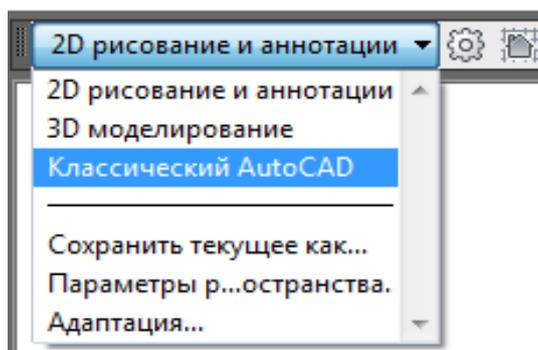
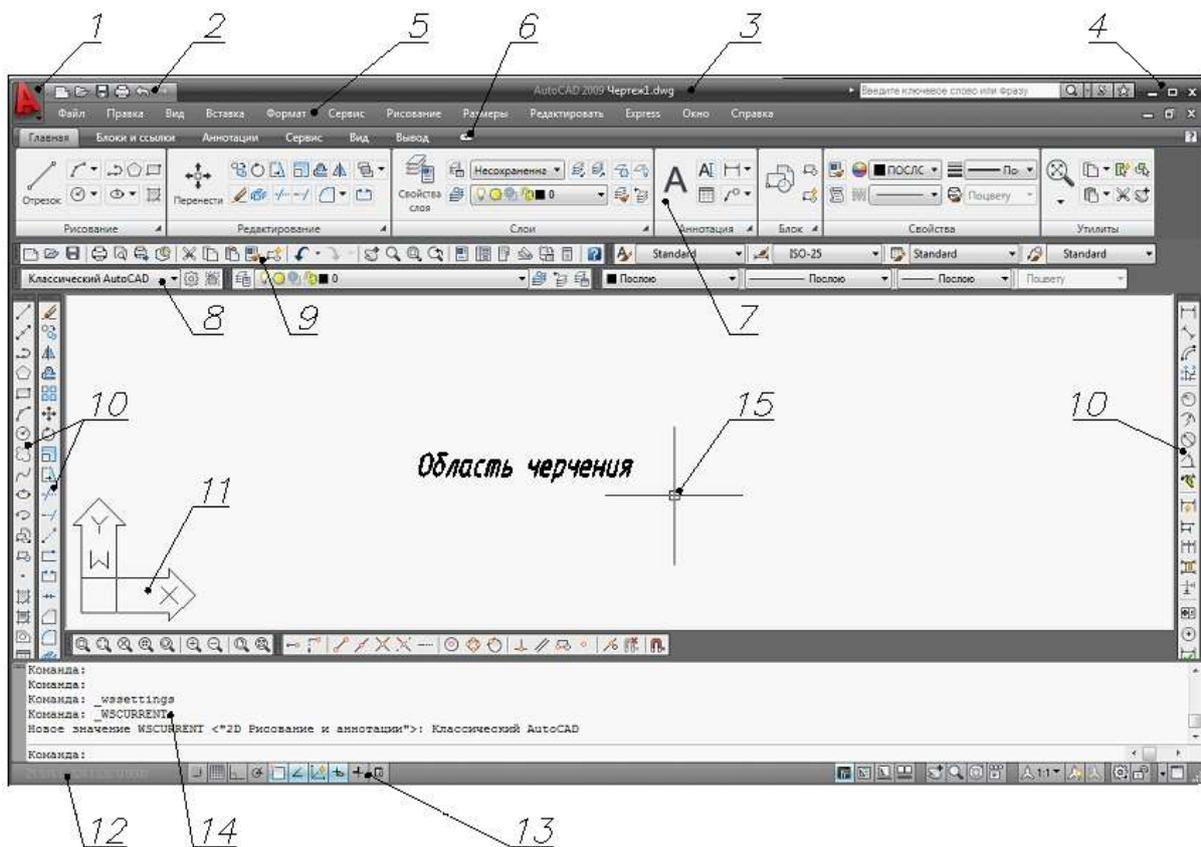
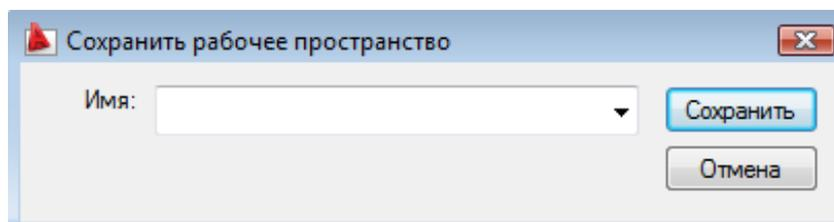

Рис. 1.3. Графический редактор – Рабочее окно программы AutoCAD
Рис. 1.4. Начальный экран AutoCAD с рабочим пространством AutoCAD Classic
Рис. 1.10. Диалоговое окно Сохранить рабочее пространство (Save Workspace)
Для начального изучения программы перейдем в рабочее пространство Классический AutoCAD. Для этого на панели инструментов *Рабочие пространства (Workspaces)* (рис. 1.3) выберите строку *Классический AutoCAD (AutoCAD Classic)*. Теперь основной экран несколько изменится, и будет выглядеть, как показано на рис. 1.4.
Вокруг графической зоны располагаются (рис. 1.4):
6. Сохранить полученную конфигурацию интерфейса. Раскройте еще раз список на панели инструментов *Рабочие пространства (Workspaces)* (рис. 1.3) и выберите из него строку *Сохранить текущее как (Save Current As)* и в диалоговом окне *Сохранить рабочее пространство (Save Workspace)* (рис. 1.10) введите произвольное имя настроек интерфейса.